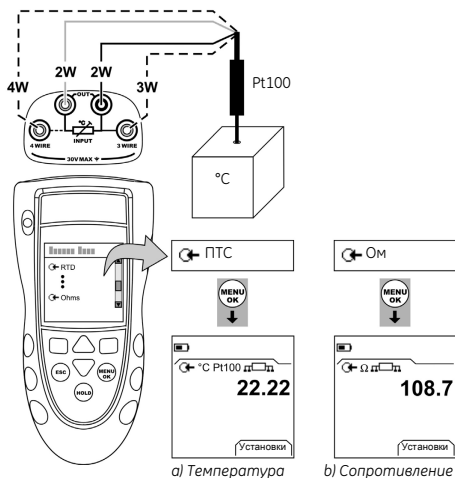

Рисунок 1: Пример конфигурации - Для измерения значений температуры или сопротивления ПТС
1. Подключите прибор (Рисунок 1) и, при необходимости, отрегулируйте *Настройка* (Таблица 1).